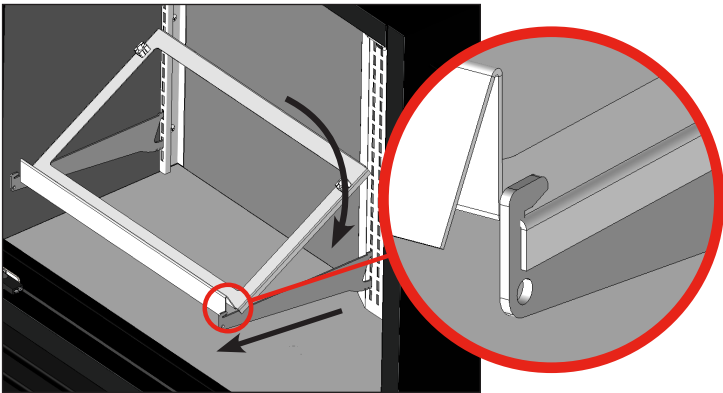

Abb. 15. Positionierung des Einschubbodens und Anheben der Rückseite des Einschubs. Sicherstellen, dass die Seiten des Einschubs über der Halterung hängen.
5. Heben Sie die Rückseite der Haltelasche für den Einschubboden an. Setzen Sie die Haltelasche für den Einschubboden auf die Haltebügel. Siehe Abb. 15.
6. Senken Sie die Rückseite der Haltelasche für den Einschubboden vorsichtig ab und schieben Sie den Einschubboden unter die Haltelasche für den Einschubboden. Siehe Abb. 15.